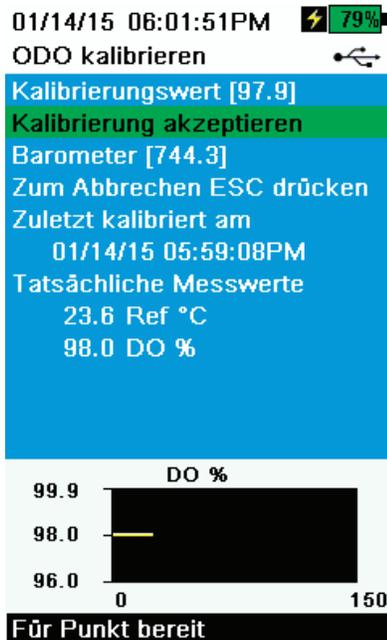

Abbildung 47 ODO % kalibrieren
6. Beobachten Sie die aktuellen Messwertanzeigen hinsichtlich Stabilität (weiße Linie in der Graphik zeigt für 40 Sekunden keine bedeutende Änderung) und wählen Sie dann **Accept Calibration (Kalibrierung annehmen) aus** (Abbildung 47). "Im Bereich Sofortnachrichten erscheint „Calibration Successful (Kalibrierung erfolgreich)!“.